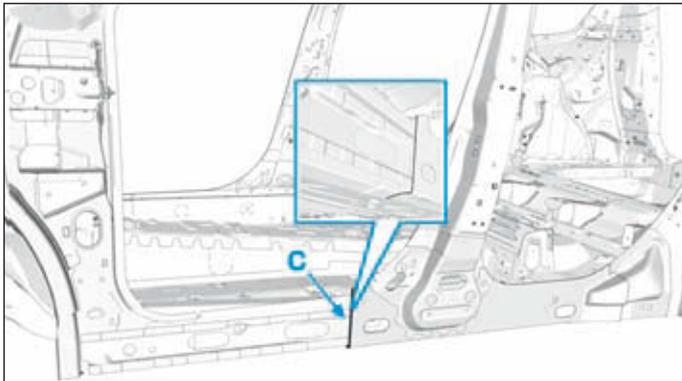

FIG.51
- Tenir compte du détail de coupe (Fig.51).